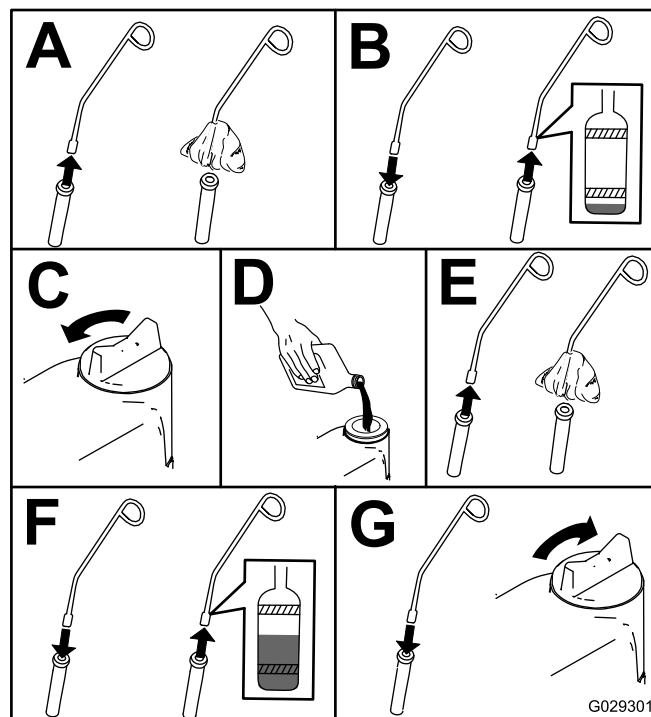

Figure 44
5. Contrôlez le niveau d'huile et faites l'appoint au besoin (Figure 44).